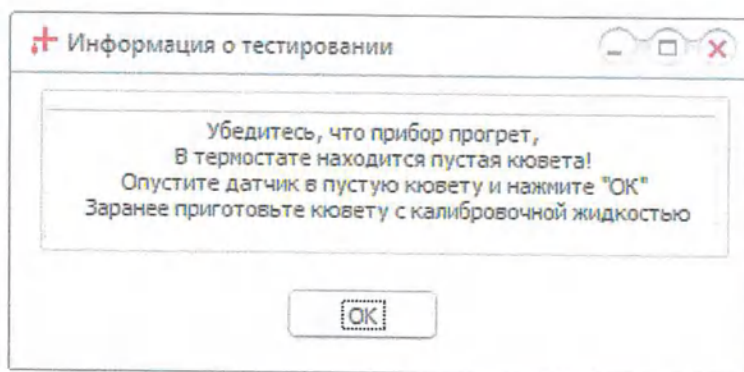

Рисунок 28 – Окно рекомендаций перед началом «Автокалибровки»
9.4 Для начала калибровки нажимаем кнопку «Автокалибровка», расположенную в правой части экрана, после чего на экране появится диалоговое окно с рекомендациями (рисунок 28).